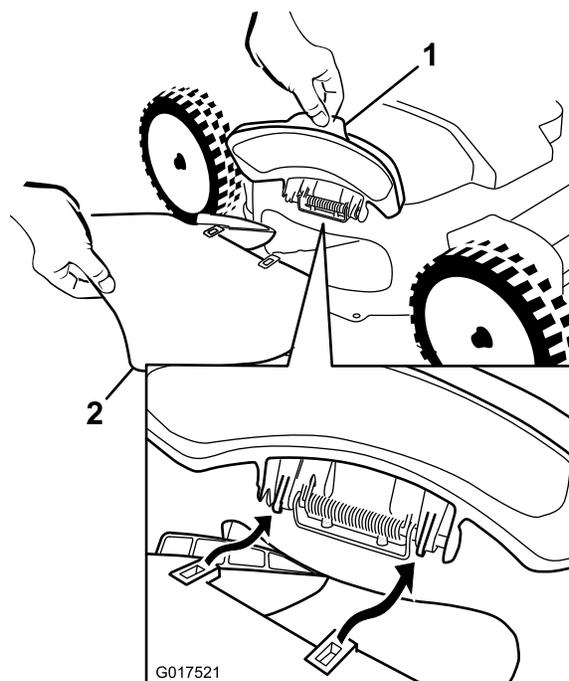
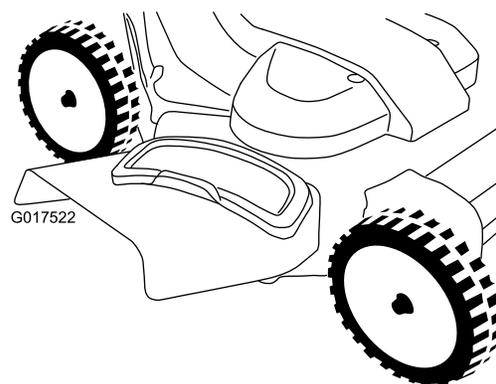

Figure 27
Figure 28
2. Installez l'éjecteur latéral comme illustré (Figure 27 et Figure 28), puis refermez le déflecteur sur l'éjecteur.
1. Soulevez et ouvrez le déflecteur d'éjection latérale (Figure 27).